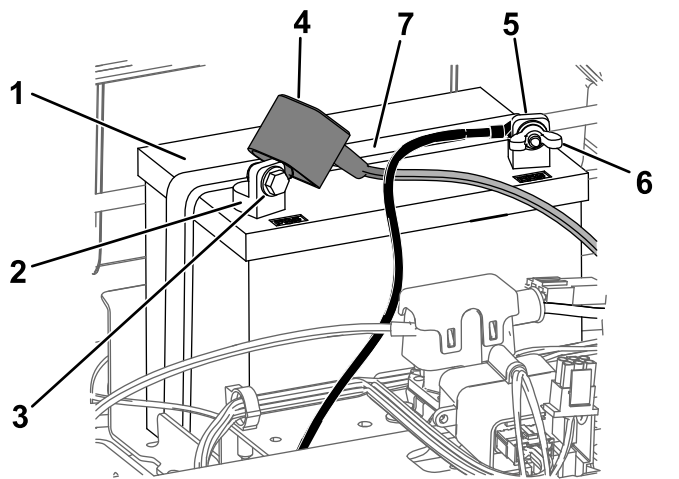

Figure 43
4. Débranchez le câble négatif (noir) de mise à la masse de la borne de la batterie (Figure 43).
6. Débranchez le câble positif (rouge) de la borne de la batterie (Figure 43).
7. Déposez la barrette de maintien de la batterie (Figure 43) et soulevez la batterie de son support.
1. Placez la batterie dans son support (Figure 43).
5. Fixez la batterie en place à l'aide de la barrette de maintien (Figure 43).